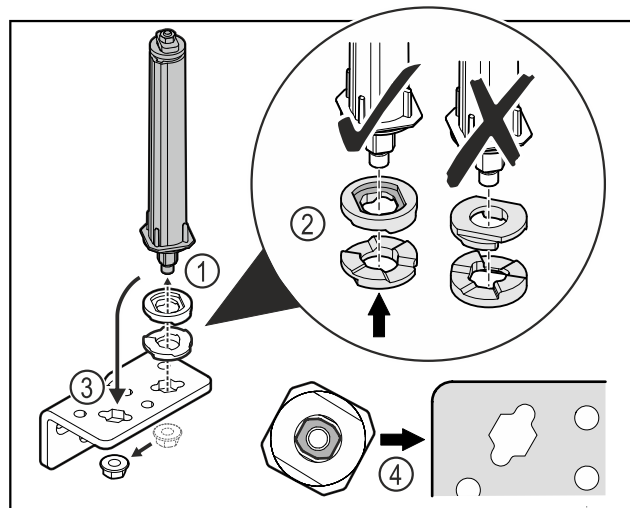

Fig. 30
- ▶ Odvijte matice in odstranite sistem za zaklepanje vrat Fig. 30 (1).
- ▶ Pazite na pravilno razporeditev podložk za nastavljanje višine Fig. 30 (2).
- ▶ Sistem za zaklepanje vrat prestavite v kotniku tečaja in ga fiksirajte z matico Fig. 30 (3).
- ▶ Pri vstavljanju pazite na pravilno naravnost sistema za zaklepanje vrat Fig. 30 (4).